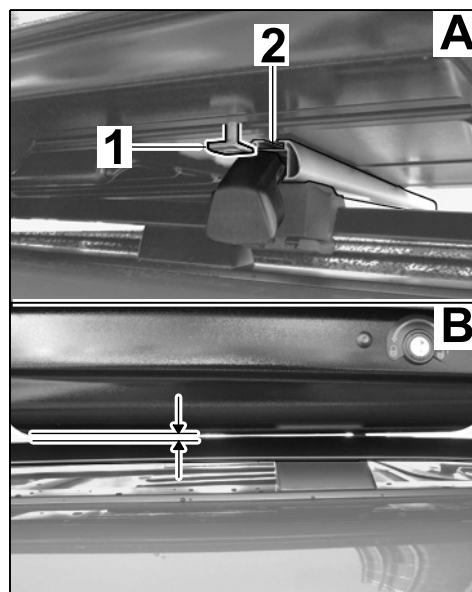

Figura 4
- 4.2 Abrir la tapa del sistema de transporte en el techo (delantera/trasera) de este lado (⇒ manual de instrucciones del vehículo, capítulo "Sistema de transporte en el techo") y depositar el portaequipajes hermético 320 sobre el sistema de transporte en el techo (⇒ *Figura 4*).
- 4.3 Comprobar la posición del taco más próximo (pernos en T M8 x 55) a la ranura del soporte del sistema de transporte en el techo y, en su caso, alinearlos (⇒ *Figura 4 -A-*).
Durante el montaje, asegurarse de que hay suficiente espacio entre el suelo del portaequipajes hermético y el techo del vehículo, hasta el borde superior del rail de techo (⇒ *Figura 4-B-*). Si es necesario, recolocar el portaequipajes hermético en las barras de soporte.